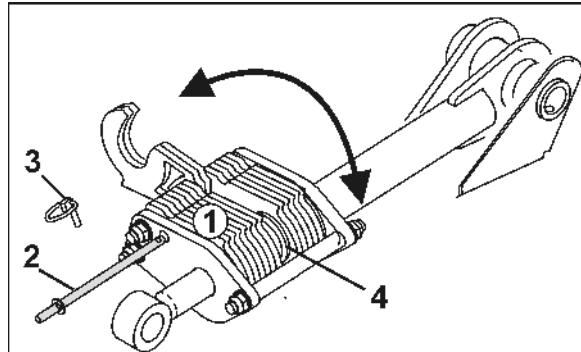

Fig. 55
- Etter innstilling av arbeidsdybden, sving de frie distanseelementene (Fig. 55/1) på stempelstangen (begynn fra posisjon 1) foran skiven (Fig. 55/4)